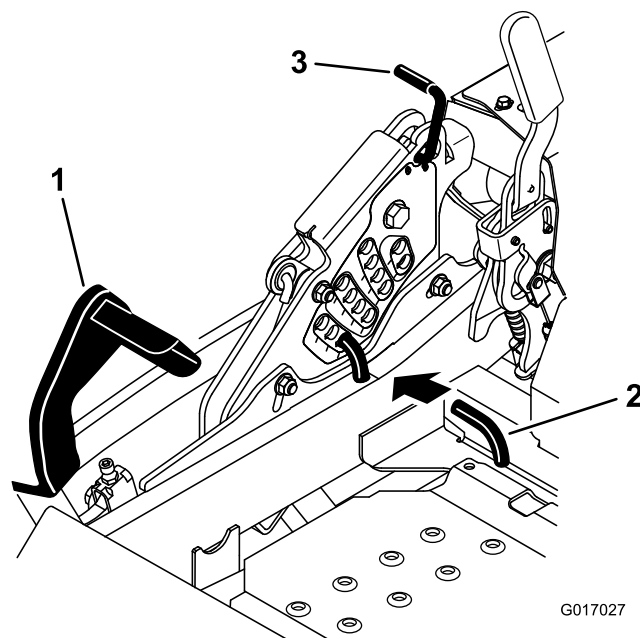

Figura 26
2. Pise el pedal de elevación de la carcasa y eleve la carcasa a la posición de transporte (que es también la posición de altura de corte de 140 mm (5-1/2 pulgadas)) (Figura 26).
3. Para ajustar la altura de corte, gire el pasador 90 grados y retire el pasador del soporte de altura de corte (Figura 26).
4. Seleccione el taladro del soporte de altura de corte que corresponde a la altura de corte deseada, e inserte el pasador (Figura 26).